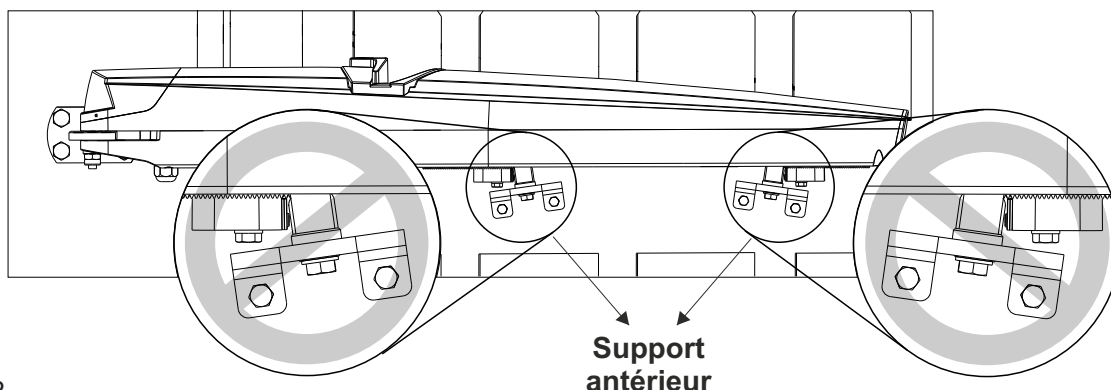

Fig. 22
- 4 - S'assurer que le support antérieur NE S'INCLINE PAS lorsqu'il arrive à la butée (Fig. 22), sinon les fins de course électronique risquent de ne pas fonctionner correctement
**Vérifiez que le support antérieure NE S'INCLINE PAS** lorsqu'il arrive à la butée (Fig. 22), sinon les fins de course électronique risquent de ne pas fonctionner correctement